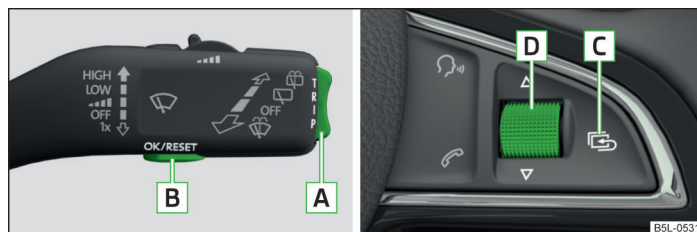

Fig. 7 Teclas/rueda de ajuste: en la palanca de mando / en el volante multifunción
Algunas funciones del sistema de información se pueden manejar con las teclas en la palanca de mando o en el volante multifunción » fig. 7, respectivamente.
Tras pulsar la tecla  » fig. 7 de la página 25 se muestra el dato que se visualizó la última vez.
- » Pulse la tecla **[B]** o la rueda de ajuste **[D]** » fig. 7 de la página 25 durante un lapso prolongado.